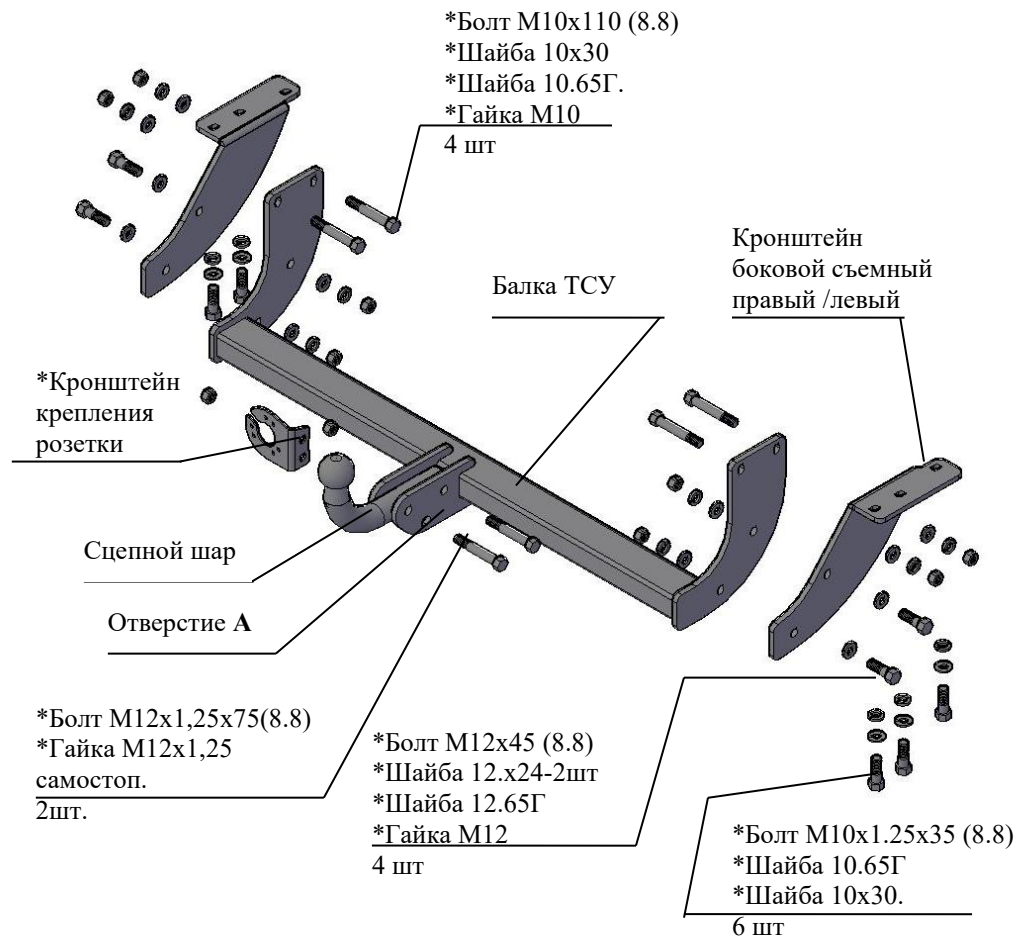

Рис.1 Тягово-сцепное устройство 7160
2.1 ТСУ 7160 в сборе (рис.1)	1 шт.
2.2 Пакет с комплектующими (см. рис.1)+защитный колпак	1 шт+1 шт.
4.3 Закрепить съемные боковые кронштейны (правый и левый соответственно рис.1) к нижним полкам лонжеронов болтами М10х1.25х35